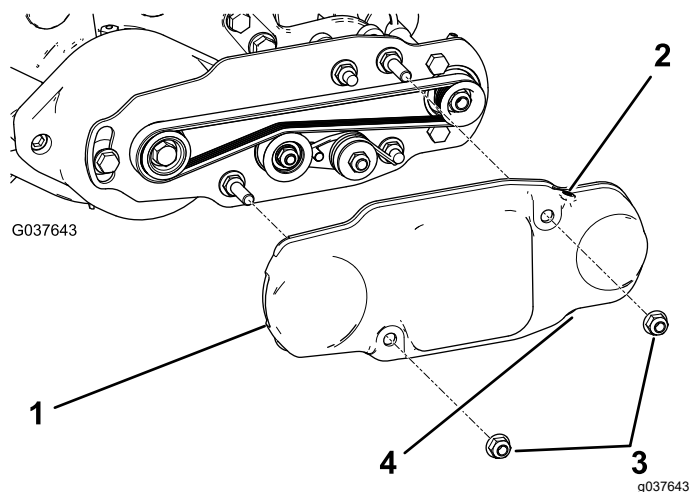

Figura 18
2. Fate scorrere il copricinghia sui bulloni di montaggio e fissatelo con 2 dadi flangiati (Figura 18).
3. Verificate che la vite di fermo superiore sia montata; rimuovete ed eliminate la vite di fermo inferiore per lo spurgo (Figura 18).